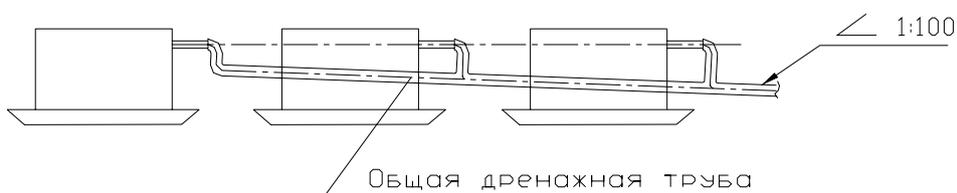

Рис.5.4 – дренажный трубопровод с общей дренажной трубой
5.5.1 Схема прокладки дренажного трубопровода обычно разрабатывается для внутренних блоков канального и кассетного типа. Для данных типов блоков рекомендуется подключать дренажный трубопровод от каждого блока к общей дренажной трубе (см.рис.5.4).